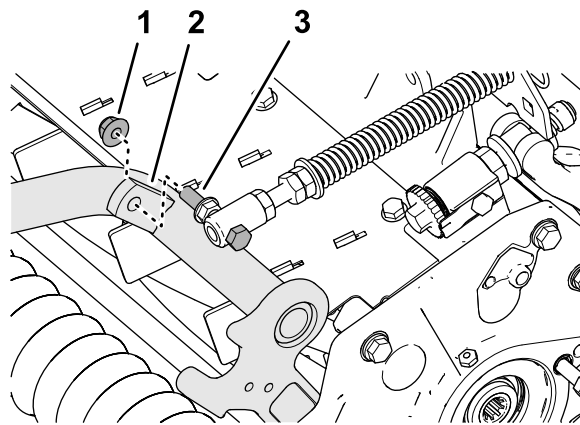

Рисунок 13
4. Установите колпачковый винт пружины компенсации состояния грунта на правый выступ несущей рамы (Рисунок 13) с помощью фланцевой контргайки (3/8 дюйма).